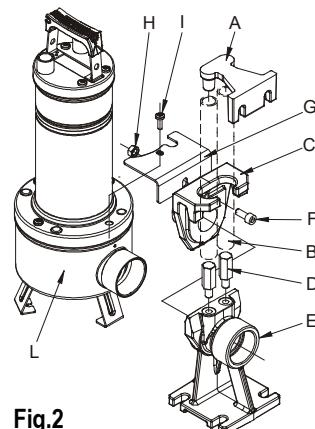

Fig.2
- 4.6 Empalmar el tubo/manguito de impulsión directamente en la boca de la bomba. De utilizarse la bomba en instalaciones fijas, es conveniente empalmarla a la tubería por medio de racor, para facilitar su desmontaje y reinstalación. Si se emplea un manguito, montar en la boca de la bomba un racor portagoma rosulado. Poner en la rosca material adecuado para garantizar la efectiva estanqueidad (cinta de teflón o afines). Para las instalaciones fijas se aconseja utilizar el dispositivo de izado DSD2 (disponible sobre demanda - **Fig.2**), con el fin de facilitar así las operaciones de mantenimiento de la electrobomba. Se insertará entre la boca de impulsión de la electrobomba y la tubería para evitar, en las operaciones de mantenimiento, tener que desmontar el tubo de impulsión. El dispositivo DSD2 está constituido por 8 piezas, más una no suministrada (tubos de 3/4").
Extraer el tornillo superior de la brida del lado de impulsión (I). Ensamblar el estribo antirrotación (G). Volver a montar el tornillo (I). Extraer la corredera del pie de acoplamiento y empalmalarla a la boca de impulsión de la bomba. Fijar la corredera a la bomba como se indica en la figura, por medio del tornillo (F) y de la tuerca (H). Volver a colocar el conjunto corredera/bomba en el pie (Fig.2)